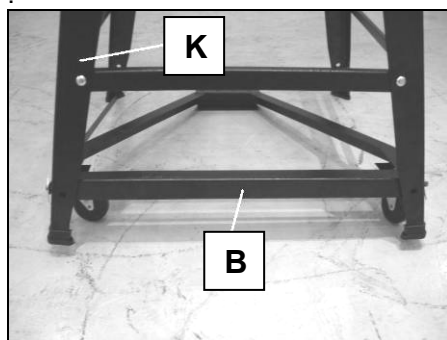

Fig 17
- Placez le bras principal (**B**) à l'intérieur du piètement (**K**) (Fig 17).